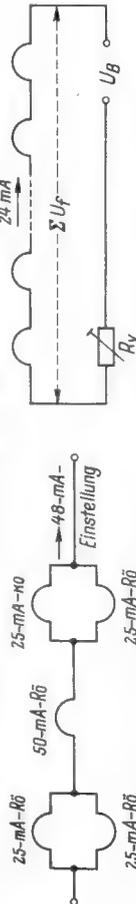

Bild 1. Heizkreis aus 25-mA- und 50-mA-Röhren.
- Sämtliche 1,4-V-Batterieröhren sind für Serienheizung geeignet. Dabei werden die Röhren der 50-mA-Serie in einen Heizkreis für 48 mA und die Röhren der 25-mA-Serie (D 96er-Serie) in einen Heizkreis für 24 mA gelegt. Die mittlere Heizspannung je Röhre beträgt hierbei 1,3 V. Es lassen sich aber auch 25-mA- und 50-mA-Röhren zusammen in einem 48-mA-Serienheizkreis betreiben, wenn jeweils zwei 25-mA-Röhren oder die beiden 25-mA-Heizfäden der Endröhre DL 96 parallel geschaltet werden (Bild 1). Zweckmäßig wählt man — abgesehen von der Endröhre — für die Parallelschaltung verschiedene Typen aus.